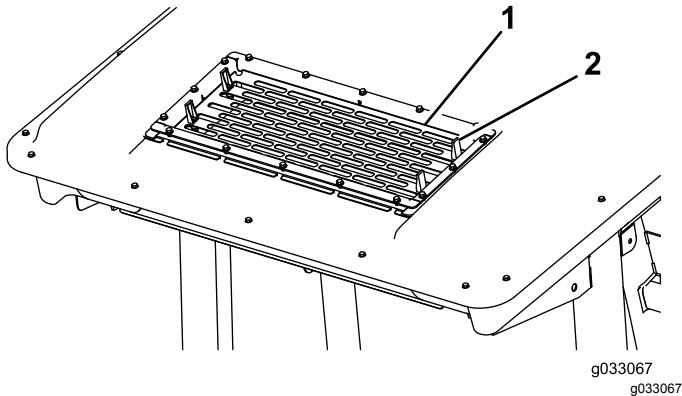

Figura 57
2. Eleve as quatro patilhas do filtro do ar condicionado (Figura 57) e retire a parte superior da cabina.